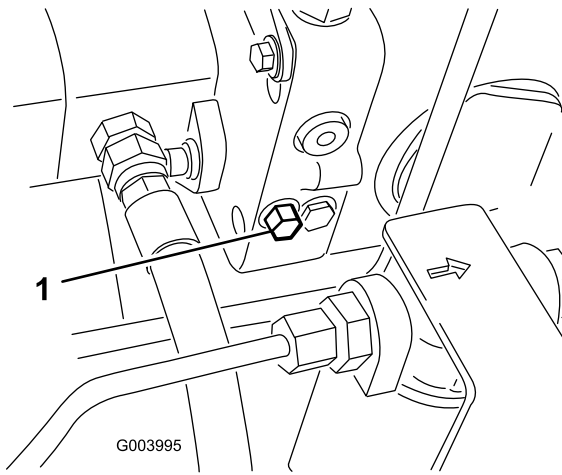

Bild 75
1. Drehen Sie die Schraube des Sicherheitsventils um eine 1½ Umdrehungen, um das Ventil zu öffnen und Öl intern abzulenken (Bild 75).